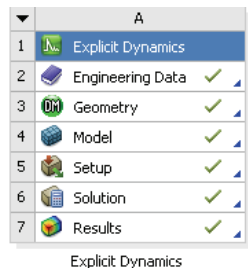

图 15-23 完成分析的项目工程图
1) 单击 Mechanical 界面右上角的“关闭”按钮, 退出 Mechanical 返回到 Workbench 主界面。此时主界面中的项目管理区中显示的分析项目均已完成, 如图 15-23 所示。